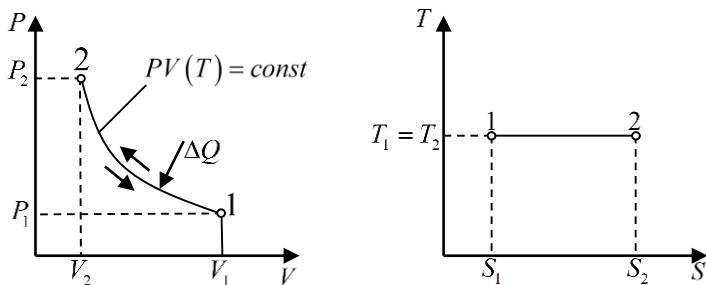

Рис. 5.3. Ізотермічний процес в в PV і TS-координатах
- Зображення процесу в PV і TS-координатах (рис.5.3.).